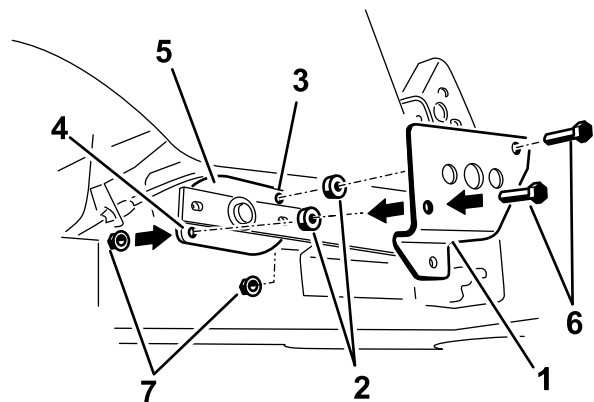

Figura 4
5. Instale la escuadra de elevación mayor en el conjunto del brazo/palanca de elevación con dos espaciadores sobre los taladros superior e inferior de la palanca de elevación (Figura 4). Introduzca los pernos que retiró anteriormente por los taladros de la escuadra, los espaciadores y la palanca de elevación. Sujete el conjunto entero con las contratuercas que retiró anteriormente.